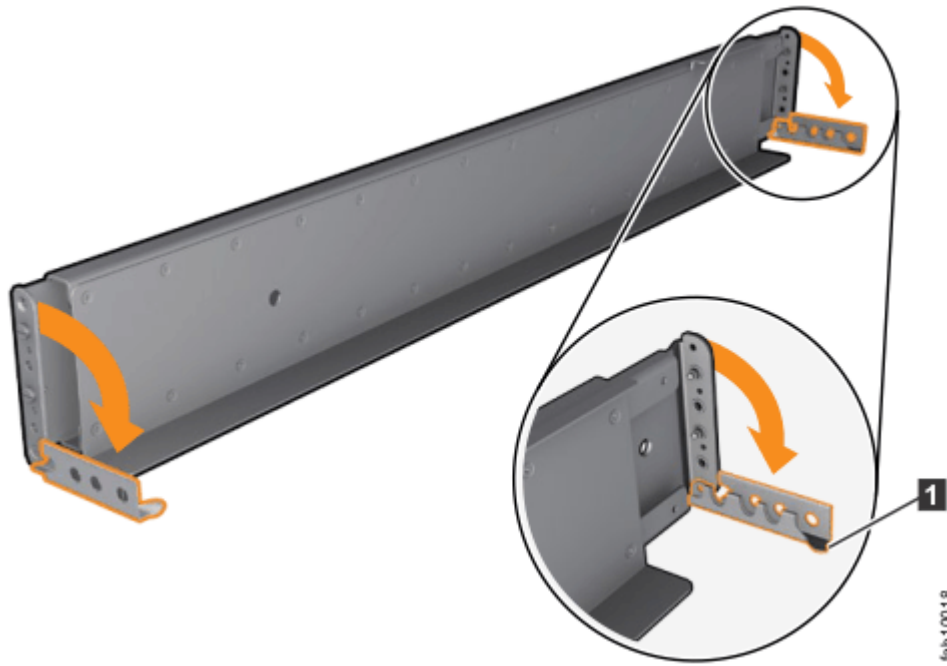

Abbildung 38. Scharnierhalterungen öffnen
6. Ziehen Sie *fest* an der Zunge **1** an beiden Schienenenden, um die Scharnierhalterung zu öffnen (siehe Abbildung 38 auf Seite 34).